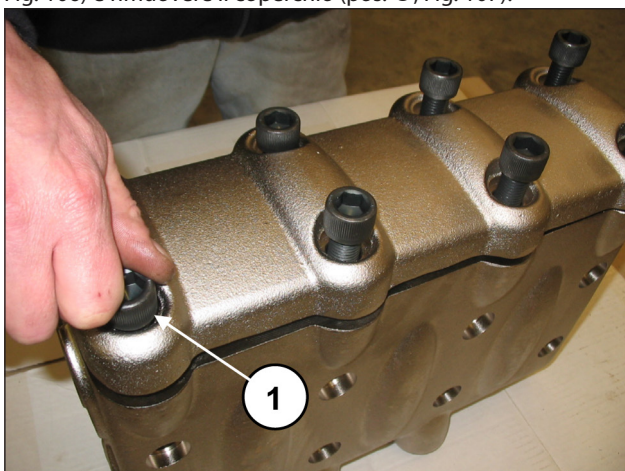
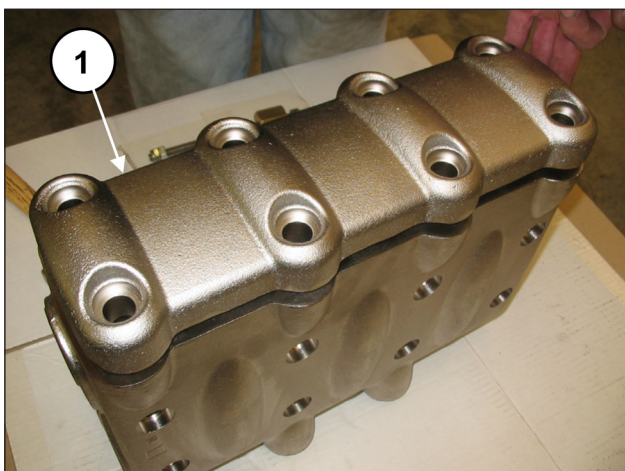

Fig. 106
Fig. 107
Estrarre le 8 viti M16x55 del coperchio valvole (pos. ①, Fig. 106) e rimuovere il coperchio (pos. ①, Fig. 107).